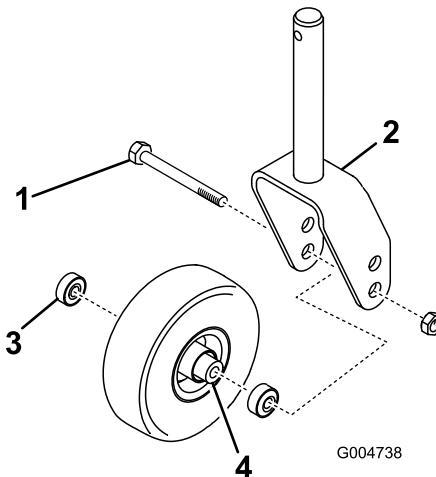
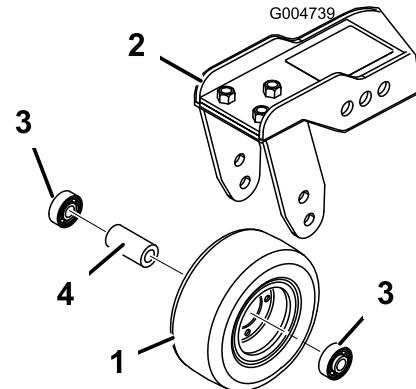

Рисунок 86
Рисунок 87
1. Выверните контргайку с болта, удерживающего узел поворотного колеса между вилкой (Рисунок 86) или рычагом (Рисунок 87) поворотного колеса.
2. Извлеките подшипник из ступицы колеса и дайте выпасть распорной втулке подшипника (Рисунок 86 и Рисунок 87).